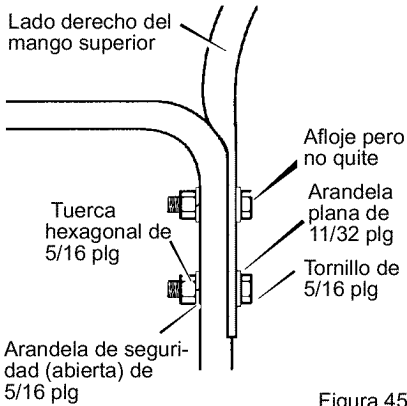

Figura 45
3. Afloje pero no quite los tornillos, arandelas planas, arandelas de seguridad y tuercas hexagonales que se encuentran en los agujeros superiores del mango inferior. Vea la Figura 45.